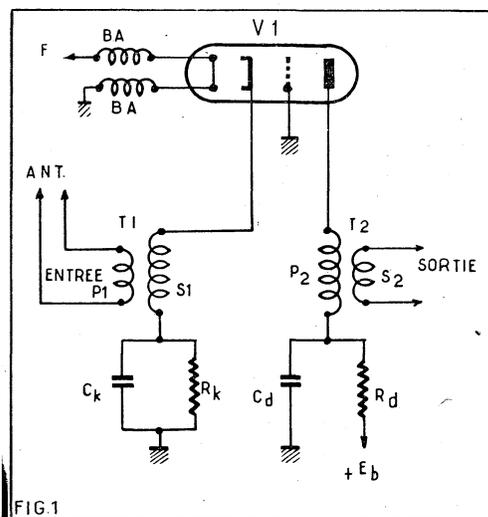
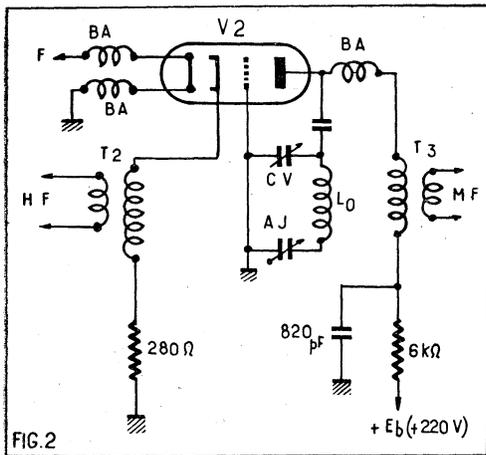
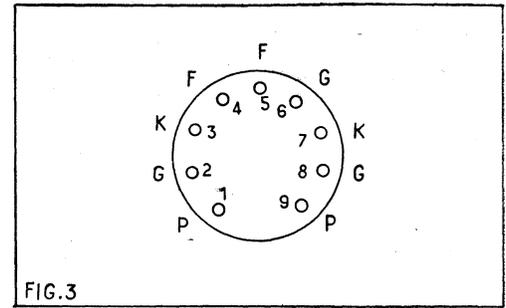
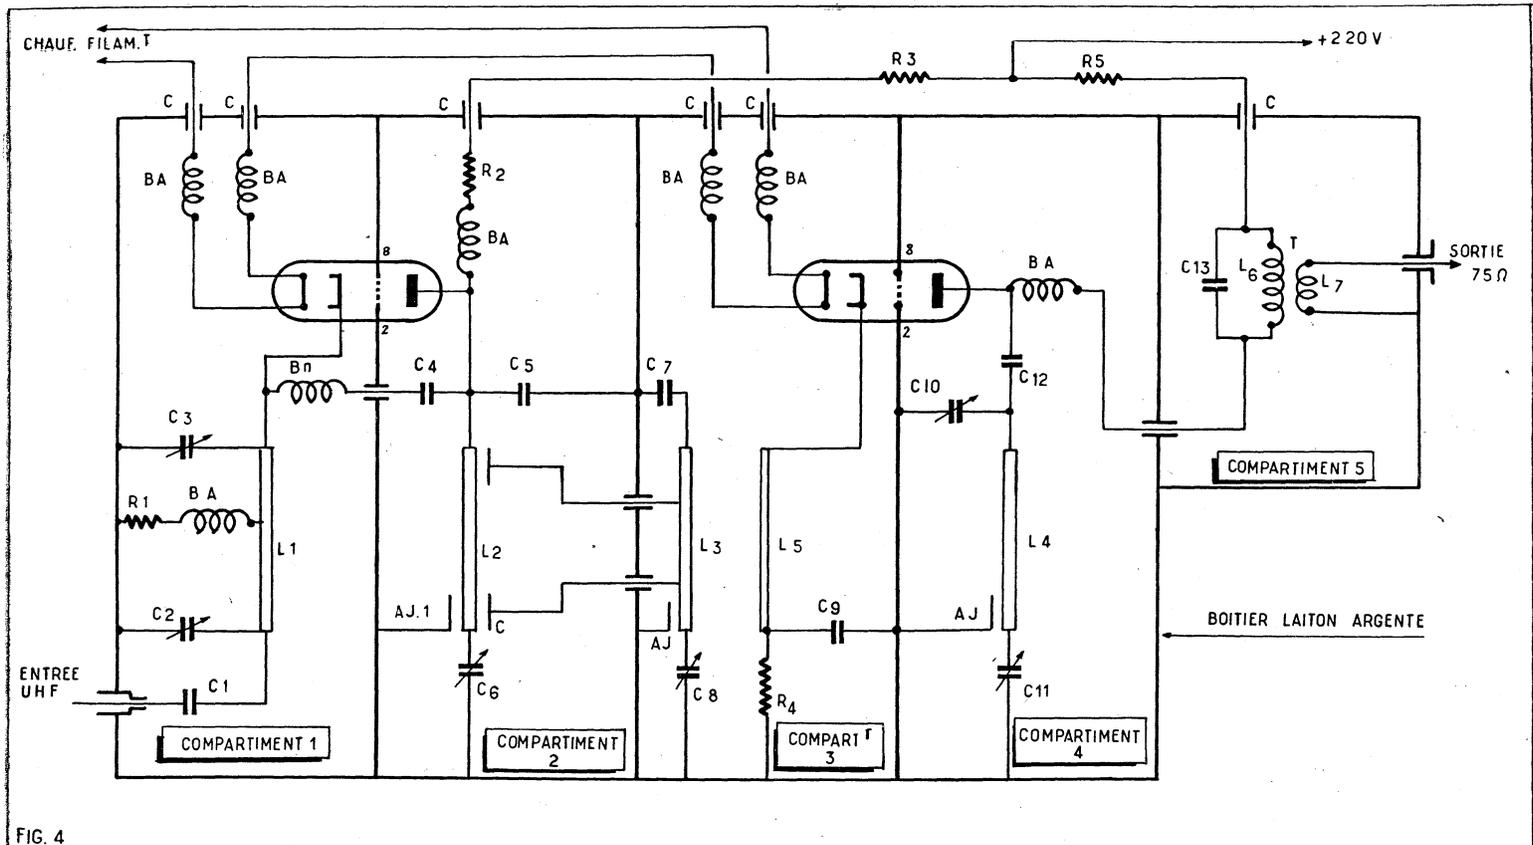

FIG.1
FIG. 2
FIG. 3
FIG. 4
Considérons le schéma de la figure 1 dans lequel on suppose que les circuits sont des bobines classiques.
La figure 2 donne le schéma théorique du changeur de fréquence. L'oscillation s'entretient grâce au couplage anode cathode effectué par $C_{a.k}$. La polarisation automatique est assurée par la résistance cathodique de 280 Ω . Le brochage de la EC (PC)86 est donné par la figure 3. Les bobines d'accord BA des montages des figures 1 et 2 séparent, en haute fréquence, les filaments de la masse. Cela permet aux cathodes de fonctionner comme électrodes d'entrée. Un montage à lampes EC86, réalisé dans les laboratoires d'application de La Radio-technique par M. G. Miller, est représenté par la figure 4.
Sur la figure 4 on a représenté un bloc contenu dans un boîtier à cinq compartiments, en laiton argenté.
Comme le montre la figure 3, la EC(PC)86 comporte trois contacts de grille, deux de cathode et deux de plaque. D'après la disposition des éléments du schéma de la figure 4, on monte le support de façon que le contact 8 soit relié à la paroi supérieure du boîtier et le contact 2 à la séparation des compartiments 1 et 2.
Pour la lampe V_2 , on a adopté la même disposition des connexions. Dans les deux étages, la grille à la masse prolonge la séparation des compartiments à l'intérieur de la lampe. On voit que dans ses grandes lignes, le schéma de la figure 4 est constitué par la réunion des schémas élémentaires des figures 1 et 2, mais les circuits accordés sont des lignes dont voici quelques détails.
Sur la figure 4 on a représenté par L_1 à L_5 les conducteurs intérieurs des cinq lignes utilisées comme circuits d'accord en HF, couplage et oscillation.
La bobine d'arrêt BA et $R_1 = 120 \Omega$ assurent respectivement l'isolement de la masse de la cathode et la polarisation automatique. Les valeurs des éléments du compartiment 1 sont : $C_1 = 1\ 000$ pF au mica, $C_2 = C_3 =$ ajustables au céramique de 5 pF max., $C = 820$ pF. $R_1 = 120 \Omega$, 0,5 W, 3 A = bobines d'arrêt 15 spires de fil émaillé de 0,3 mm de diamètre sur air, diamètre de la bobine 4 mm. Toutes les bobines BA de la figure 4 ont ces caractéristiques.